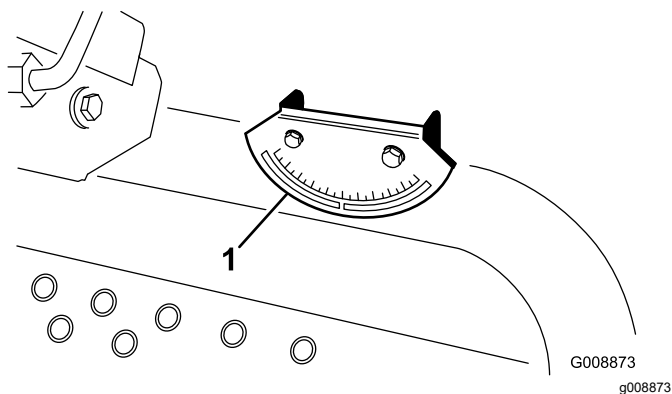

図 6
2. 機体のクロスビーム燃料タンク脇に携帯式の斜面計付属品を置いて、機体が水平になっていることを確認する 図 6。このとき、運転席に座った状態で、機体に装着されている傾斜計の読みが 0°であれば問題ない。